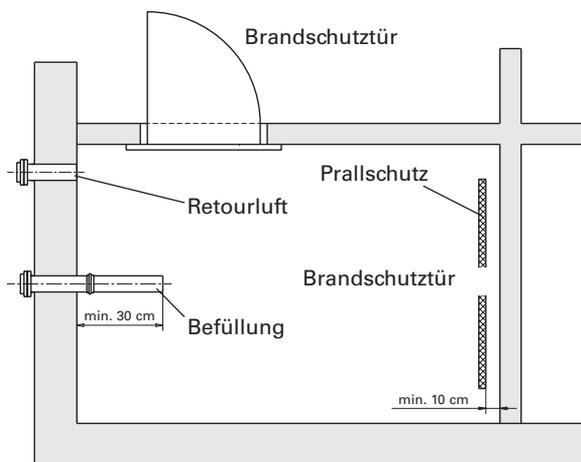
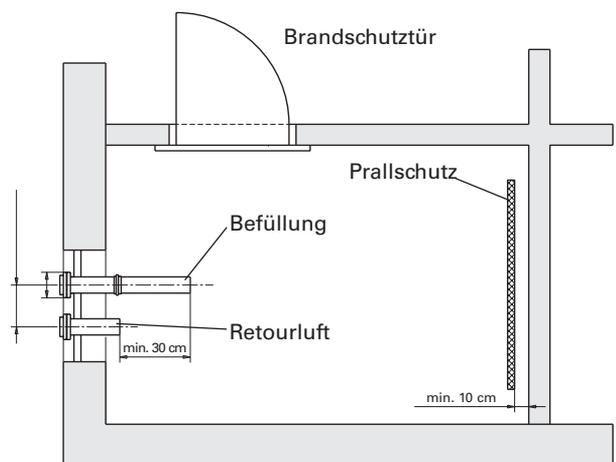

Abb. 6 Pellets-lageraum – Ansicht von oben
Abb. 7 Pellets-lageraum – Ansicht von oben
- Die **Anschlussstutzen (Befüll- und Retourluftstutzen)** sollten sich auf der schmälern Seite des Lagerraumes befinden und sind so anzuordnen, dass es während des Befüllvorganges zu keinem Überdruck im Lageraum kommen kann. Die Retourluftöffnung muss innen mit der Wand bündig abschließen und sollte in Türe Nähe angeordnet werden. Der Befüllstutzen sollte mittig in der Wandbreite eingebaut werden und mindestens 30 cm in den Raum hineinragen – Abb. 6. Die Anschlussstutzen (Befüll- und Retourluftstutzen) können auch durch eine vorhanden Fensteröffnung durchgeführt bzw. montiert werden – Abb. 7